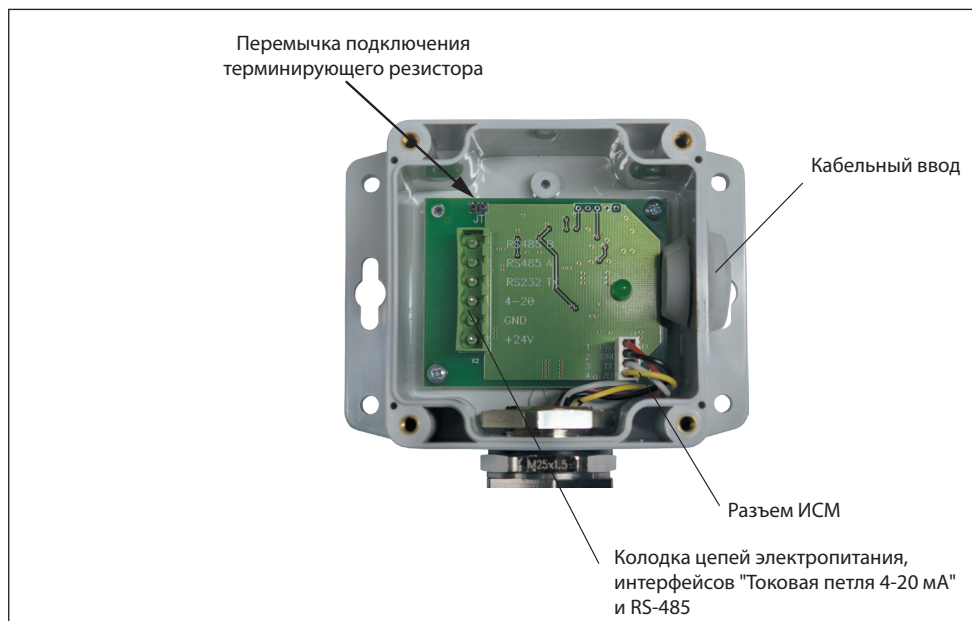

Рис.6. Коммутационные элементы
3. Открутите четыре винта и снимите крышку корпуса модуля МКТ (рис.6).
5. Отсоедините кабельную часть разрывной колодки "Внешние цепи". Подключите кабели в соответствии с маркировкой на плате (рис.6) и на схеме подключения (рис.7). Прочно закрутите отверткой фиксирующие винты кабельных колодок.
7. Если необходимо отключить/подключить терминирующий резистор (в зависимости от конфигурации сети), снимите/установите перемычку в позицию JT (см. рис.6).